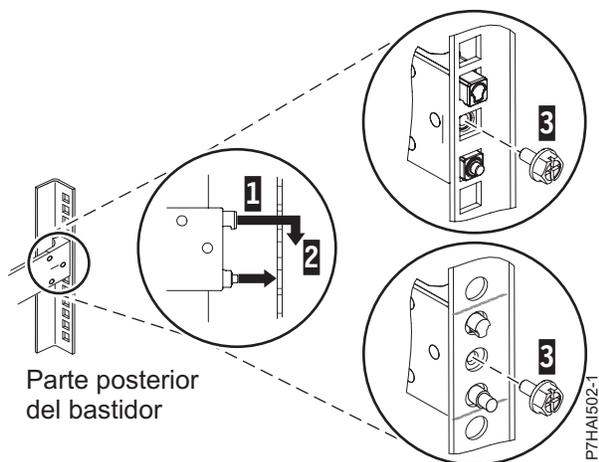

Figura 5. Alineación de las patillas con los orificios de la parte posterior del bastidor
**Nota:** Si debe colocar de nuevo el riel, abra el pestillo frontal (2) y, mientras presiona la patilla azul de la parte inferior, empuje el riel hacia arriba y hacia la parte posterior para soltarlo del bastidor.
6. Sitúese en la parte posterior del bastidor. Trabaje con el riel izquierdo. Alinee las dos patillas de la parte posterior del riel deslizante con los orificios superior e inferior dentro de la unidad EIA seleccionada que se marcaron anteriormente. Tire del riel deslizante hacia usted para insertar las dos patillas en los orificios del bastidor (1), y baje el riel deslizante (2) para fijar el mecanismo de enganche de la patilla superior. Coloque el tornillo (3) para fijar el riel lateral en el bastidor. Para obtener más detalles, consulte la Figura 5 en la página 7. Asegúrese de que las dos patillas sobresalen de los orificios del bastidor antes de continuar con el paso siguiente.